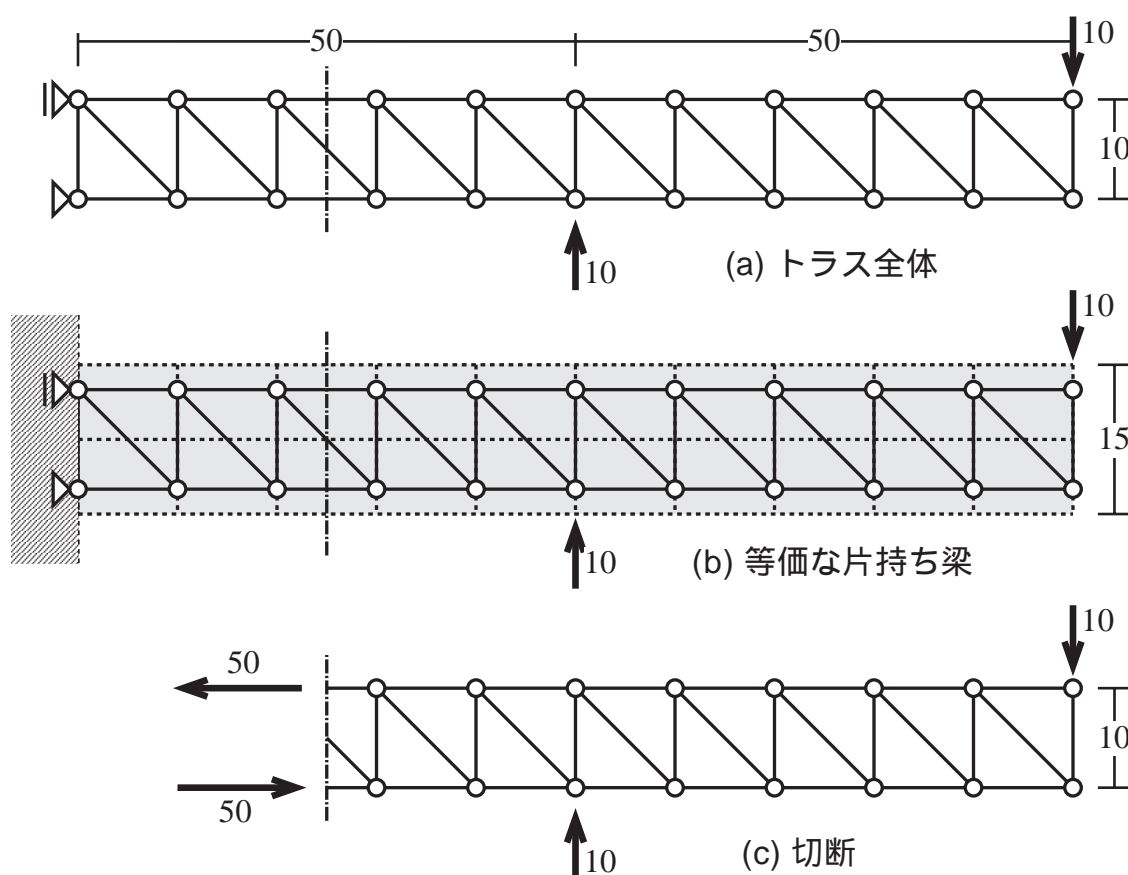

図 2.1.11 片持ち梁状のトラス
(7) ここで、第 1 章に戻って、図 2.1.11(a) のようなトラスを考える。トラスの左端は壁に固定されており、図 2.1.11(b) のような片持ち梁と同様であることに注意されたい。このトラスを図 2.1.11(c) のように一点鎖線の位置で切断すれば、モーメントの釣合いより、上弦材に 50 N の引張力、下弦材に 50 N の圧縮力が